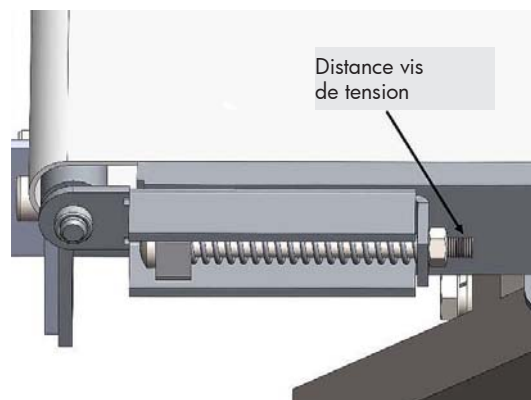

Fig. 36 : Position des vis de tension
3. Assurez-vous que les extrémités des deux vis de tension dépassent uniformément de l'écrou hexagonal d'environ 1/4" (figure 36).